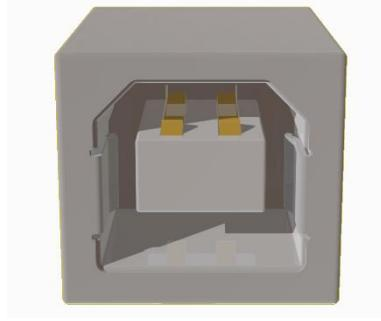

图 15. USB Type B 接口
Kelvinion 控温仪前面板采用 5 英寸全触摸屏，用户友好型的界面为您提供更直观和便捷的操作体验。如图 15 所示，前面板屏幕分为四个操作界面：①主界面(HOME)、②输入界面(INPUT)、③输出界面(OUTPUT)、④配置界面(CONFIG)。合理化的界面提高了操作的便捷性，节约了用户的宝贵时间。